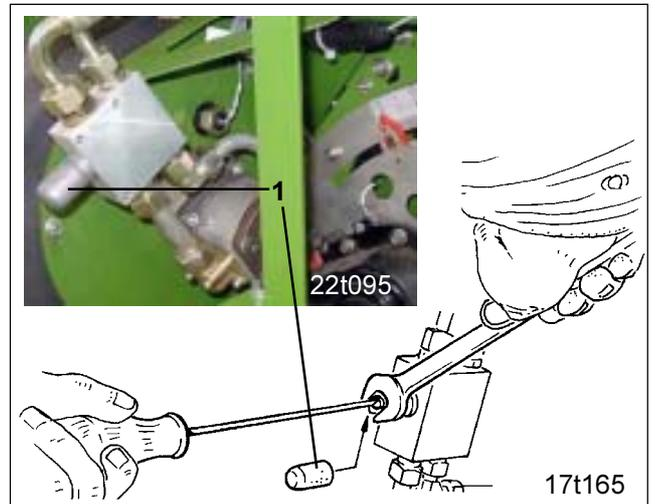
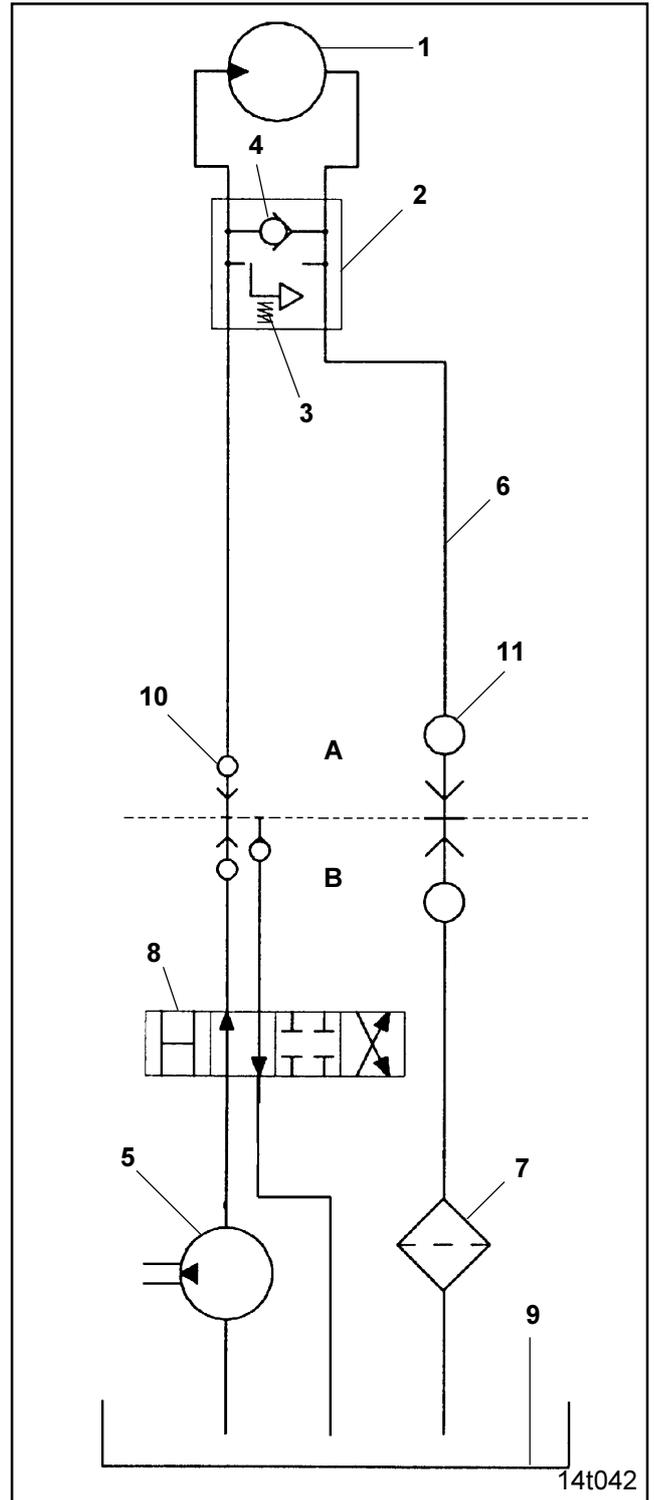

Fig. 7.2
Fig. 7.6
Stellen Sie die Gebläsedrehzahl am Druckbegrenzungsventil (Fig. 7.2 bzw. Fig. 7.6/3) oder am Stromregelventil des Schleppers (siehe unten) ein.
Zum Einstellen der Gebläsedrehzahl am Druckbegrenzungsventil (Fig. 7.2 bzw. Fig. 7.6/3):
- Schutzkappe (Fig. 7.2/1) entfernen
Nach erfolgter Einstellung, Ventil mit Kontermutter sichern und Schutzkappe (Fig. 7.2/1) aufstecken.
Bei Schleppern mit regelbarer Hydraulikpumpe (Fig. 7.6/5) ist die erforderliche Ölmenge am Stromregelventil des Schleppers einzustellen und das Druckbegrenzungsventil (Fig. 7.6/3) ist so einzustellen, dass die Ölfördermenge möglichst gering ist. Größere Ölfördermengen als unbedingt erforderlich, werden vom Druckbegrenzungsventil zurück in den Öltank geleitet und erwärmen das Hydrauliköl unnötig.
Andere Anschlüsse als im Schaltplan (Fig. 7.6) dargestellt, nicht herstellen.
Druckseitig kann der Gebläsehydraulikmotor (Fig. 7.6/1) an ein einfach- oder an ein doppeltwirkendes Steuerventil (Fig. 7.6/8) angeschlossen werden.
Damit der Gebläsehydraulikmotor nicht beschädigt wird, darf der Öldruck im Rücklauf (Fig. 7.6/6) 10 bar nicht überschreiten. Rücklauf deshalb nicht am Steuerventil (Fig. 7.6/8) anschließen, sondern an einem drucklosen Rücklauf mit großer Steckkupplung (Fig. 7.6/11)! Sollte es erforderlich sein, eine neue Rücklaufleitung zu installieren, nur Rohre DN16, z.B. Ø20 x 2,0 mm verwenden und kurze Rücklaufwege wählen.
Das Hydrauliköl muss an einer beliebigen Stelle durch einen Ölfilter (Fig. 7.6/7) geleitet werden.
Das Rückschlagventil (Fig. 7.6/4) ermöglicht das Nachlaufen des Gebläses, sobald das Steuerventil (Fig. 7.6/8) geschlossen wird.
Große Ölfördermengen in Verbindung mit kleinen Öltanks fördern die schnelle Erwärmung des Hydrauliköles. Das Fassungsvermögen des Öltanks (Fig. 7.6/9) sollte mindestens die doppelte Ölfördermenge beinhalten. Bei zu starker Erwärmung wird der Einbau eines Ölkühlers im Schlepper durch eine Fachwerkstatt erforderlich.
Schmutzpartikel können den Gebläsehydraulikmotor (Fig. 7.6/1) und das Druckbegrenzungsventil (Fig. 7.6/3) beschädigen. Deshalb müssen die Kupplungsteile beim Anschließen des Gebläsehydraulikmotors an die Schlepperhydraulik sauber sein, um Verunreinigungen des Hydrauliköles durch Schmutzpartikel zu vermeiden.